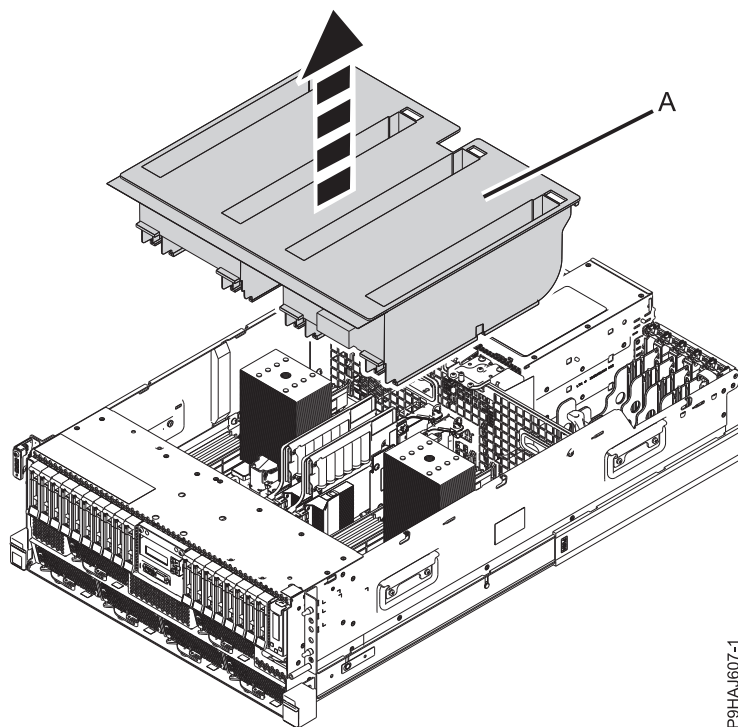
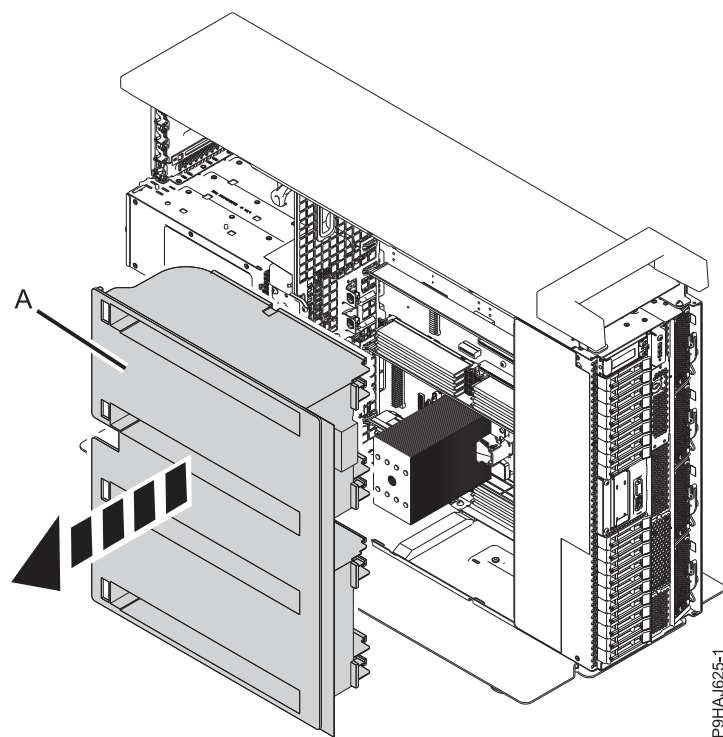

Figura 33. Extracción del deflector de aire de un sistema montado en bastidor
Figura 34. Extracción del deflector de aire de un sistema autónomo
2. Para un sistema montado en bastidor, levante el deflector de aire (A) verticalmente tal como se muestra en la Figura 33 en la página 46. Para un sistema autónomo, extraiga el deflector de aire (A) directamente hacia fuera, como se muestra en la Figura 34 en la página 46.